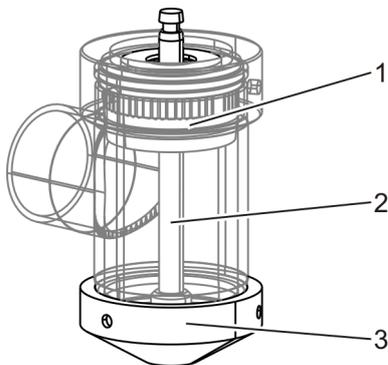

Abb. 72: Abfüllventil zerlegen
1. ➔ Kolbenstange (Abb. 72/2) und Einsatz (Abb. 72/1) entnehmen.
2. ➔ Düse (Abb. 72/3) mit Hilfe des Hakenschlüssels vom Abfüllventil gegen den Uhrzeigersinn abschrauben.